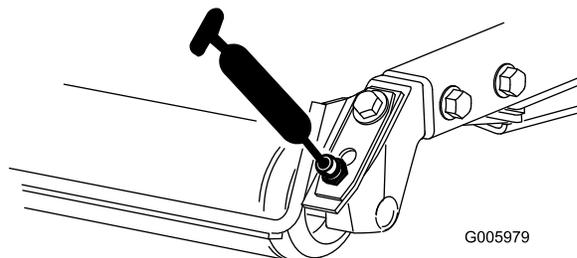

図 26
- 後ローラのベアリング各カッティングユニットに2ヶ所 図 26